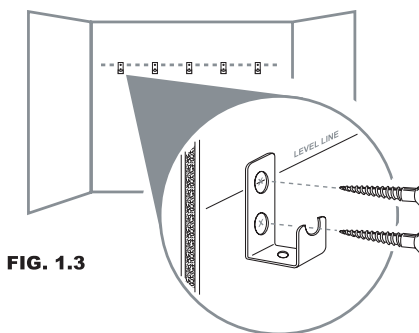

FIG. 1.3
6. Centrer le trou de vis supérieur du crochet en L sur la ligne de niveau du mur et fixer les crochets en L au mur avec des vis n° 8 de 1-1/2 pouces (Fig. 1.3).